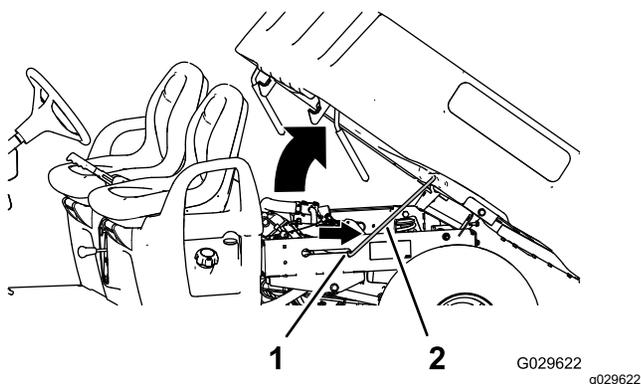

Figura 13
2. Tirate l'asta di supporto nella fessura di arresto per ancorare il pianale (Figura 13).
2. Estraete l'asta di supporto dalla fessura dell'arresto (Figura 13).
3. Abbassate il carico in modo da bloccarlo in sicurezza (Figura 13).